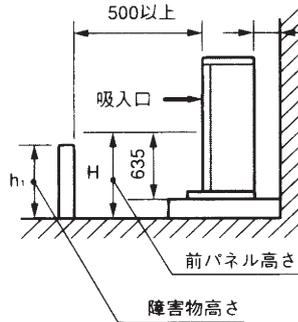

図2 前面スペース (単位: mm)
①障害物の高さ( $h_1$ )がユニット前パネル高さ( $H$ )以下の場合は、図2に従って前面スペース寸法を500mm以上確保してください。